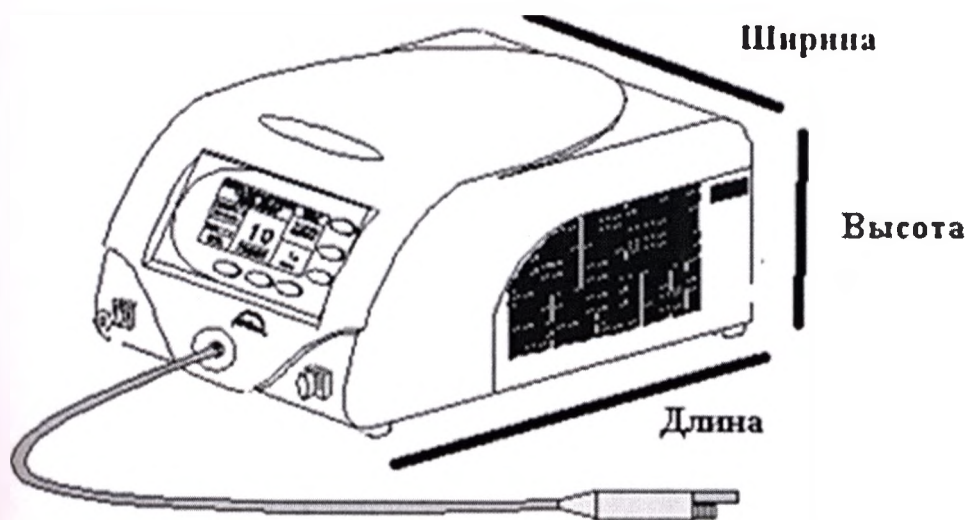
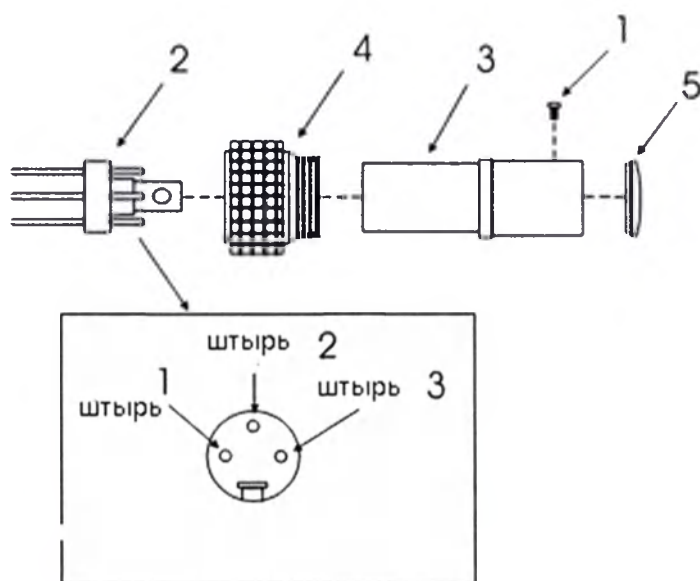

Рис. 3. Расположение коннекторов на задней панели аппарата.
Рис. 4. Сборка коннектора дистанционного блокиратора.
Thermoelectric module supply unit (блок питания термоэлектрического модуля)	Неполадки в блоке питания: - неисправен предохранитель F2 (см. рис. 3). Выключите прибор и снова включите его. Если проблема сохраняется, обратитесь к местному представителю компании Lasering SRL или уполномоченным ею лицам.
Аппарат оборудован сетевым кабелем. Один конец кабеля служит для подключения к задней панели (рис. 3), а другой с трехштырьковой вилкой для подключения к сети питания.
- Снять черный колпачок (указатель 5 на рис. 4) с коннектора дистанционного блокиратора на задней панели (рис. 3);
- Отвинтить винт (указатель 1 на рис. 4) и снять металлическое кольцо (указатель 4 на рис. 4);
- Вынуть коннектор (указатель 2 на рис. 4) из цилиндра (указатель 3 на рис. 4);
- Припаять провода внешнего переключателя к штырькам вилки (указатель 2 на рис. 4) (штырьки 1 и 3) и вставить вилку (указатель 2 на рис. 4) в цилиндр (указатель 3 на рис. 4);
- Надеть металлическое кольцо (указатель 4 на рис. 4) на цилиндр и затянуть винт (указатель 1 на рис. 4).
Для подключения педали к аппарату воткните ее коннектор в разъем для педали на задней панели (рис. 3). Поляризация коннектора не позволяет установить его неправильно.